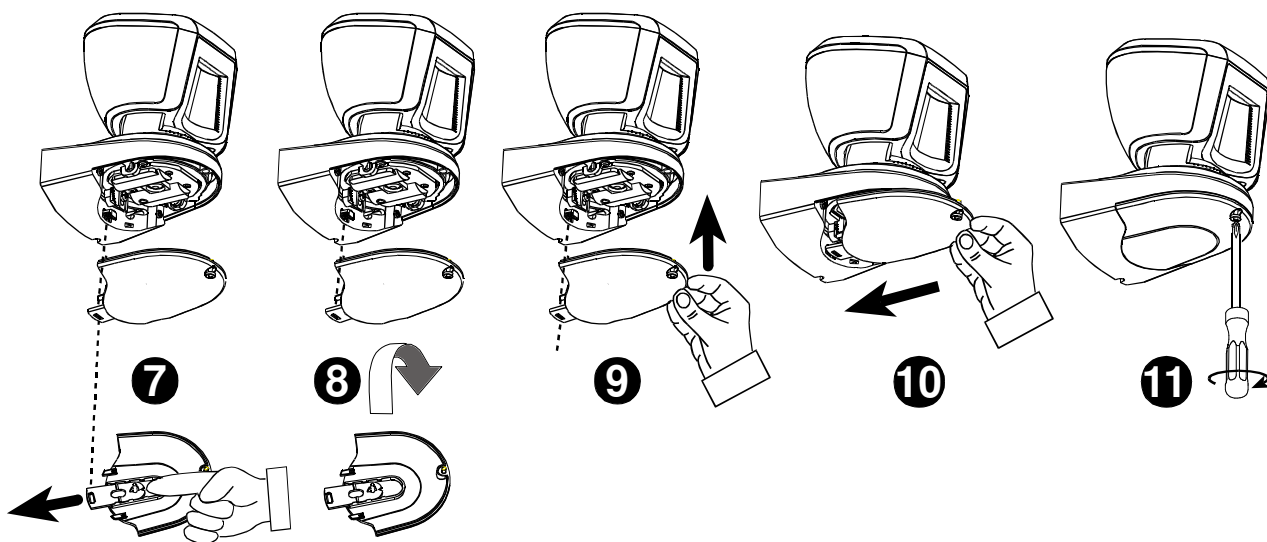

Figura 5 – Ajuste final y cierre de la tapa
3.5 Cierre de tapas (ver figura 5)